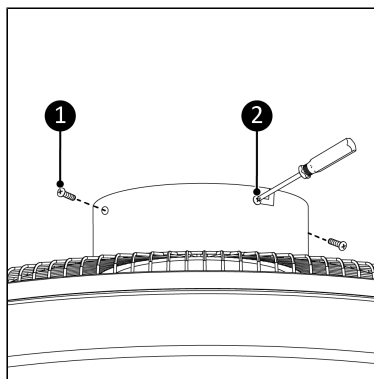

Figure 59.
11. Placez et serrez les deux vis dans les trous ronds du boîtier du ventilateur et du support de montage (Figure 59, pos 1).
12. Serrez à présent les deux vis des trous oblongs en forme de L (Figure 59, pos. 2).